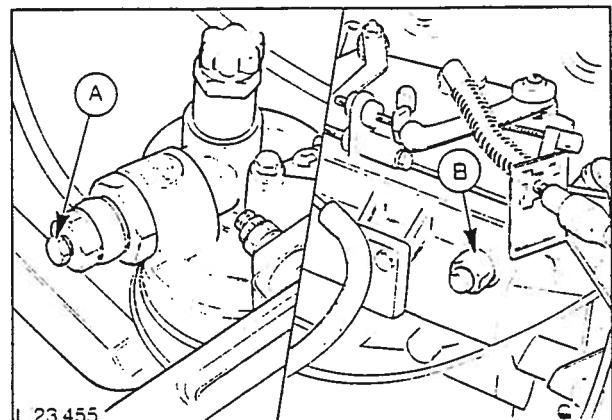

Fig. 54 Utluftningspunkter i innsprøytnings-systemet.
9. Luft det komplette innsprøytingssystemet, fig. 54. Se operasjon 23 1+2.